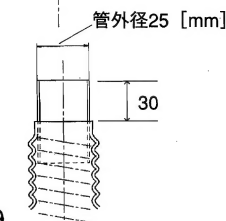

図9
- また、ジャバラ 管内径が32 [mm] より小さい場合との接続は、25 [mm] の短管を用いて、粘着テープで固定してください。(図9)